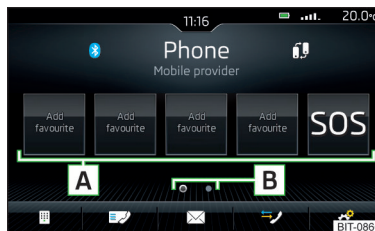

Fig. 148
- ▶ În meniul principal *Telefon* atingeți suprafața de comandă funcții liberă dorită **A** » fig. 148.
- ▶ Pentru **schimbarea grupei de memorare** atingeți suprafața de comandă funcții **B** » fig. 148.
- ▶ Pentru **selectare** atingeți suprafața de comandă funcții alocată **A** » fig. 148.
- ▶ În meniul principal *Telefon* atingeți **lung** suprafața de comandă funcții dorită alocată **A** » fig. 148.